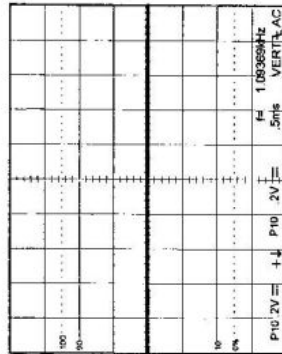

Figura 5-4 Modalità ADD
- 9) La Figura 5-4 seguente illustra una visualizzazione corretta. Lo schermo mostra una traccia piatta al centro del reticolo che conferma la corretta operatività della funzione di offset ADD e bilanciamento canali.